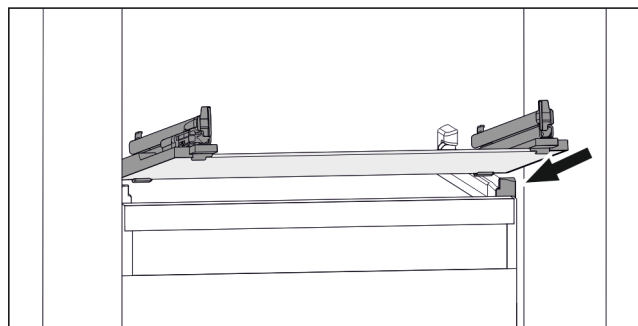

Fig. 159 玻璃隔板例图
- ▶ 将玻璃隔板斜放在止动器后面。(参见 Fig. 159)